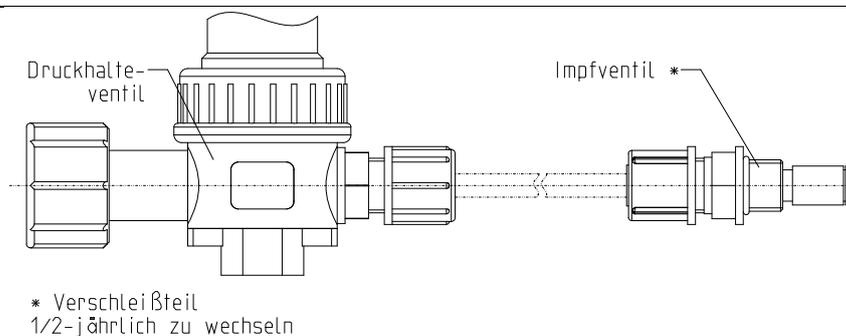

Abb. 1: Anschluss GENODOS-Dosieranlage DM-B
- Die Dosierleitung zur Dosierstelle ist sicher und knickfrei zu installieren. Die Dosierleitung ist so kurz wie möglich auszuführen. Die Montage der Dosierleitung ist in Abb. 1 dargestellt.